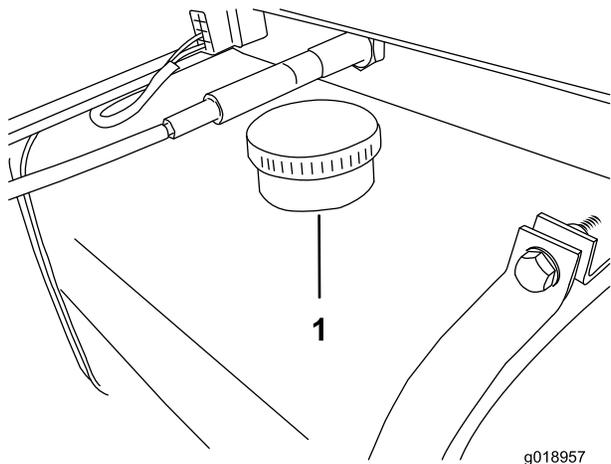

Figura 41
4. Limpie la zona alrededor del cuello de llenado del depósito de aceite hidráulico (Figura 41).